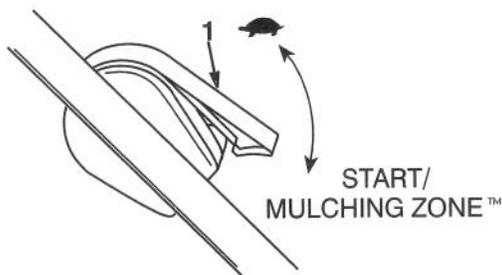

Figure 11
1. Mettre la manette des gaz sur la position START/MULCHING ZONE™ (démarrage/début de la zone de paillage) (Fig. 11).
5. Lorsque le moteur démarre, amener la manette des gaz sur la position désirée (Fig. 11).
1. Amener la manette des gaz sur la position SLOW 🐢 (Fig. 11).